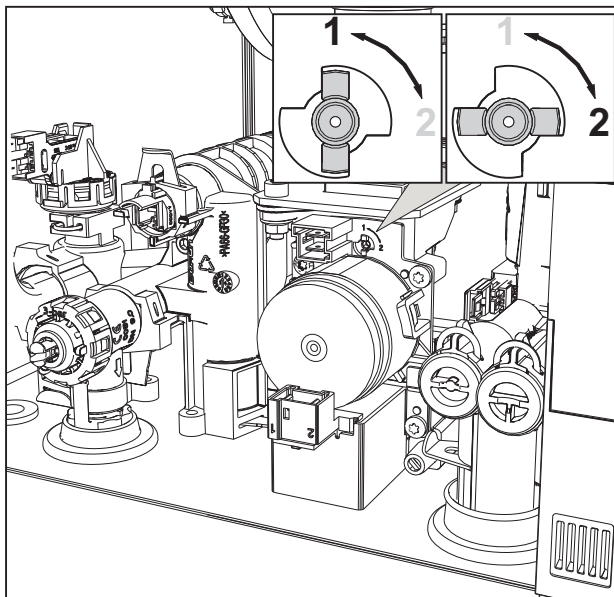

рис. 31
3. Поверните дроссель (рис. 31) в положение, указанное на таблица 8.